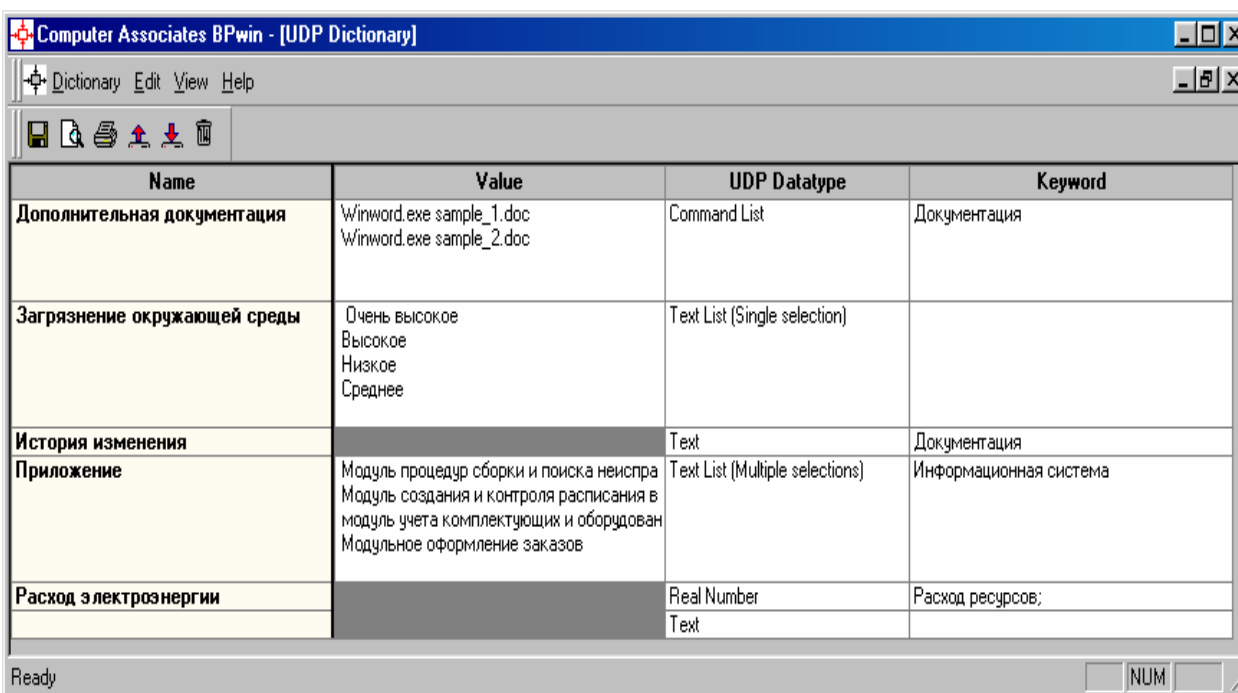

Рисунок 11.3 – Заполненный словарь **UDP**
3. Для **UDP** типа **List** (**Список**) необходимо в поле **Value** задать список значений. Для **UDP** - "**Приложение**". Внесите значение "**Модуль оформления заказов**" (рисунок 11.3).